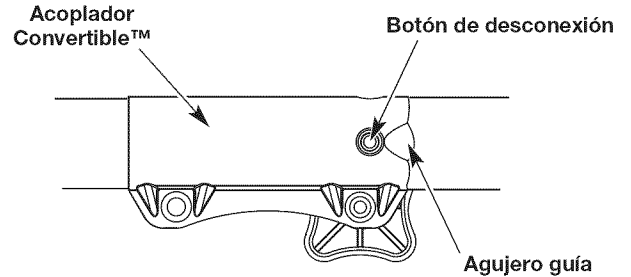

Fig. 7
NOTA: Alinear el botón de desconexión con el agujero guía facilitará la instalación (Fig. 7).
2. Oprima y sostenga el botón de desconexión (Fig. 7).